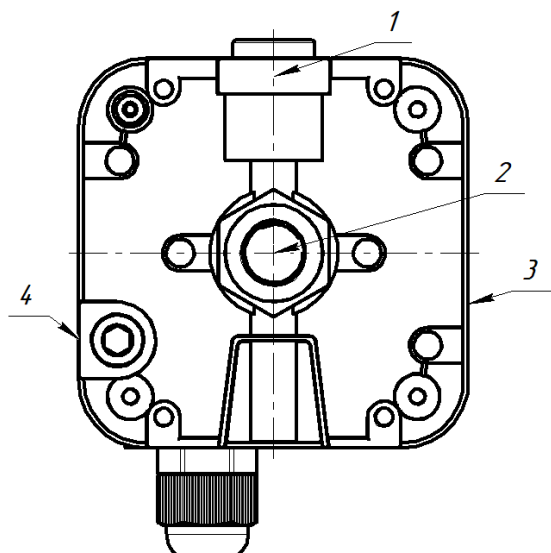

Рис.1 Расположение вводов присоединения давления
5.1. Конструкцией датчика предусмотрена возможность измерения избыточного, вакуумметрического (отрицательного) и дифференциального (перепада) давления (рис.1).